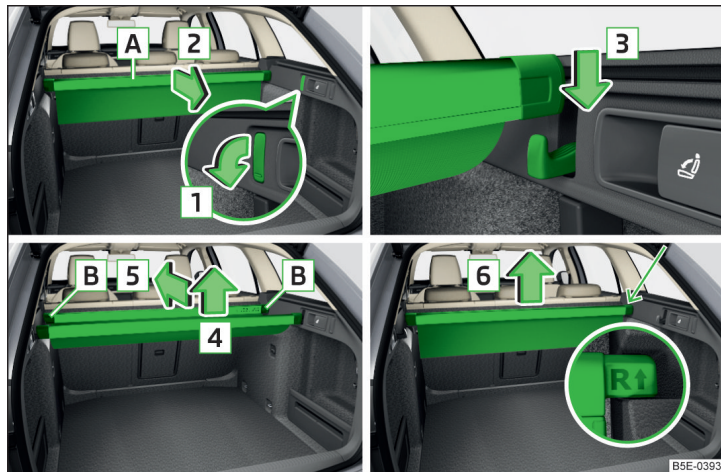

Fig. 118 Bolsa multifunción: retirar/colocar/introducir/extraer
- Pliegue hacia abajo los ganchos delanteros en ambos laterales del maletero en sentido de la flecha 1 » fig. 118.
- Retirar la regleta trasera del gancho en el sentido de la flecha 4 e introducir el bolso en el sentido de la flecha 5 » fig. 118.
- Sacar la bolsa de los alojamientos en el sentido de la flecha 6 » fig. 118.